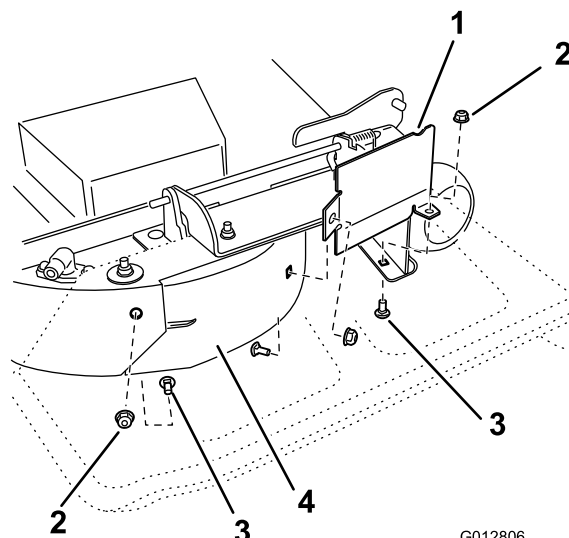

Figure 33
9. Sur la paroi arrière du plateau de coupe, retirez le boulon de carrossier Bolt5_16x3_4; et le contre-écrou (5/16 pouce) qui fixent le déflecteur au plateau (Figure 33).
10. Trouvez la protection du déflecteur sur le bord avant de l'ouverture d'éjection latérale. Retirez les fixations qui maintiennent la protection du déflecteur droit sur le plateau de coupe, comme indiqué à la Figure 33. Enlevez le déflecteur et conservez toutes les fixations.
12. Placez les fixations retirées précédemment dans les trous avant de la plaque d'éjection et le trou à l'avant du plateau de coupe (Figure 33).